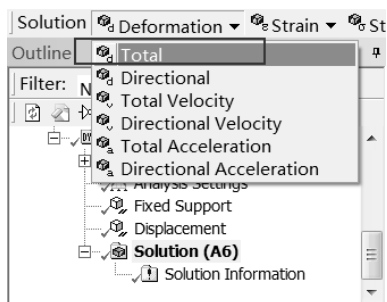

图 11-62 添加变形选项
Step2: 选择 Solution 工具栏中的 Deformation (变形) Total 命令, 如图 11-62 所示, 此时在分析树中会出现 Total Deformation (总变形) 选项。